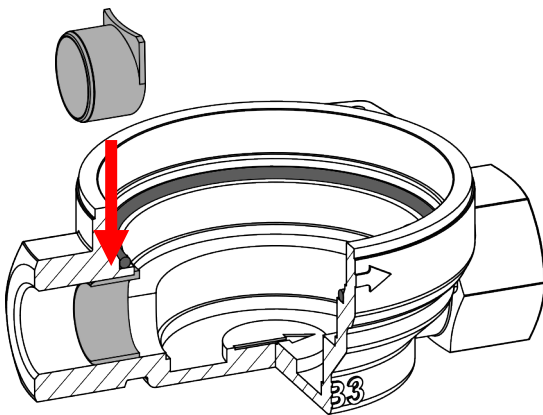

Abbildung 15. Montage Fixierstück MB3
2. Fixierstück in die Einlassseite des EATs einsetzen (Abb. 15).